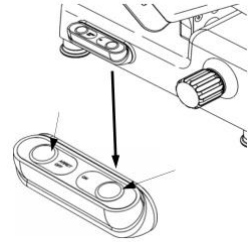

Abb. 17
- die weiße Einschalttaste „ON“ (I) und anschließend die schwarze Stopp-Taste „OFF“ (O) (Abb. 17) drücken;